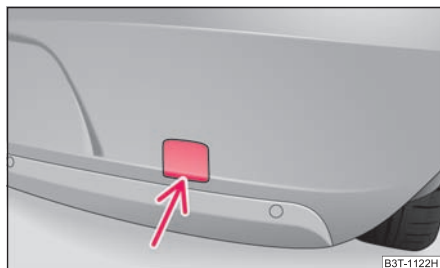

Fig. 226 Paragolpes trasero: desmontar la cubierta
- Pulse la parte inferior de la cubierta detrás del paragolpes ⇒ fig. 226 y retírela.